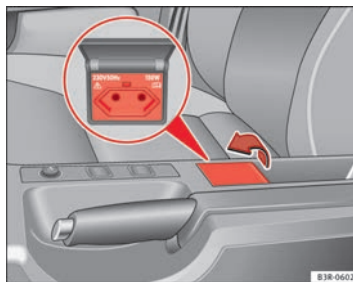

Abb. 137 Mitte der Mittelkonsole: 230-Volt-Steckdose.
- Die Kappe zum Öffnen anheben ⇒ **Abb. 137**.